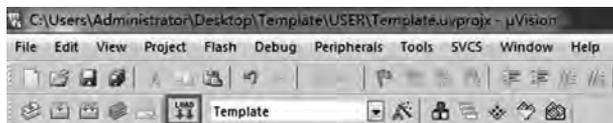
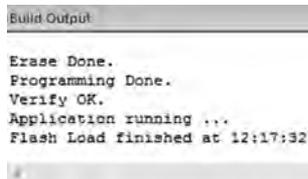

图 3-81 Download 图标
图 3-82 通过 JLINK 下载成功
(5) 在 MDK 的工具栏中单击 Download 图标,如图 3-81 所示,经过一段下载过程后,在 MDK 的 Build Output 窗口中会显示下载成功,如图 3-82 所示。